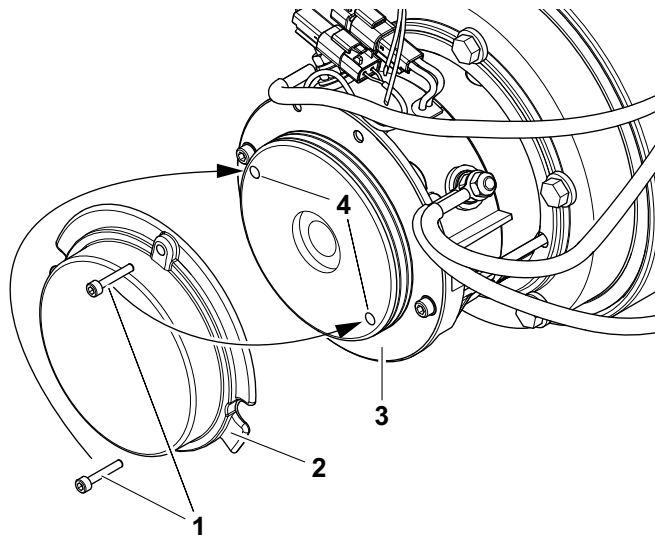

Fig. 3-21. Broms – Manuell frånkoppling
(Se Fig. 3-21.)
2. Ta bort **kåpans två skruvar (1)** och **kåpan (2)** från baksidan av drivmotorenheten.
3. Sätt in **kåpans skruvar (1)** i de **två frånkopplingshålen i bromshuset (4)** se Fig. 3-21., Broms – Manuell frånkoppling
4. Dra åt **kåpans skruvar (3)** i frånkopplingshålen för att koppla från bromsen på den drivmotorn.
7. Sätt tillbaka **kåpan (2)**, kontrollera före montering att **kåpans packning (3)** inte är skadad och byt ut den om så behövs.